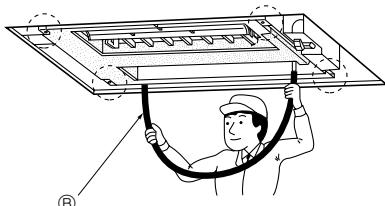

Рис. 2-8
4. Убедитесь в том, что все четыре угла располагаются на одном уровне, для этого воспользуйтесь строительным уровнем или прозрачной пластиковой трубой, заполненной водой. (Рис. 2-8)